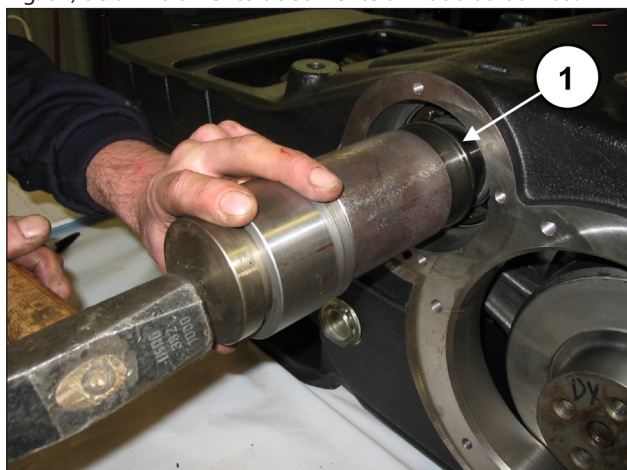
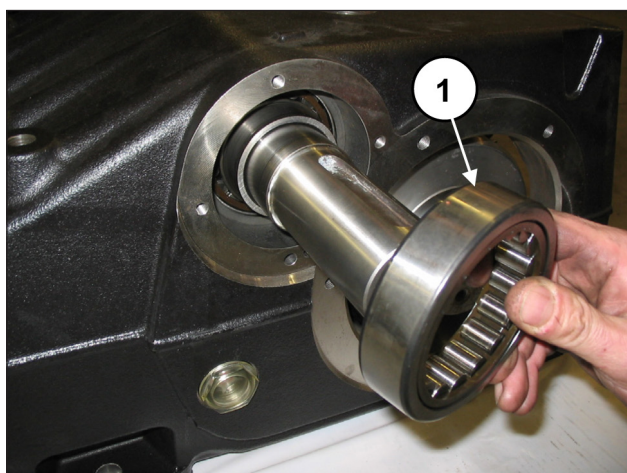

Fig. 61
Fig. 62
Insira o anel interno (pos. ①, Fig. 61), e o anel externo (pos. ①, Fig. 62) de um rolamento de somente um lado da bomba.
Insira o anel interno (pos. ①, Fig. 61), e o anel externo (pos. ①, Fig. 62) do último rolamento.